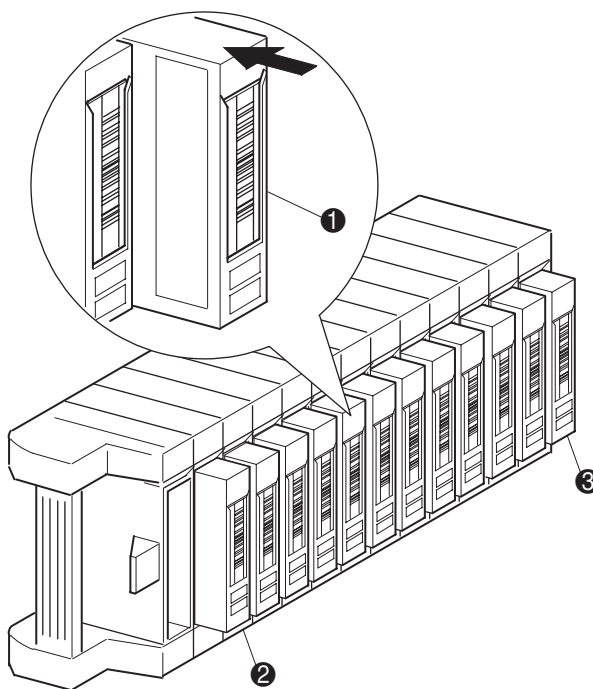

Figura 4-7. Cargador de cinta izquierdo con cartuchos de cinta instalados
En la Figura 4-7 se muestra un cargador izquierdo completo. Observe que la ranura de cartucho de cinta con el número más bajo ❷ es la que se encuentra más cerca de la parte frontal del cargador.